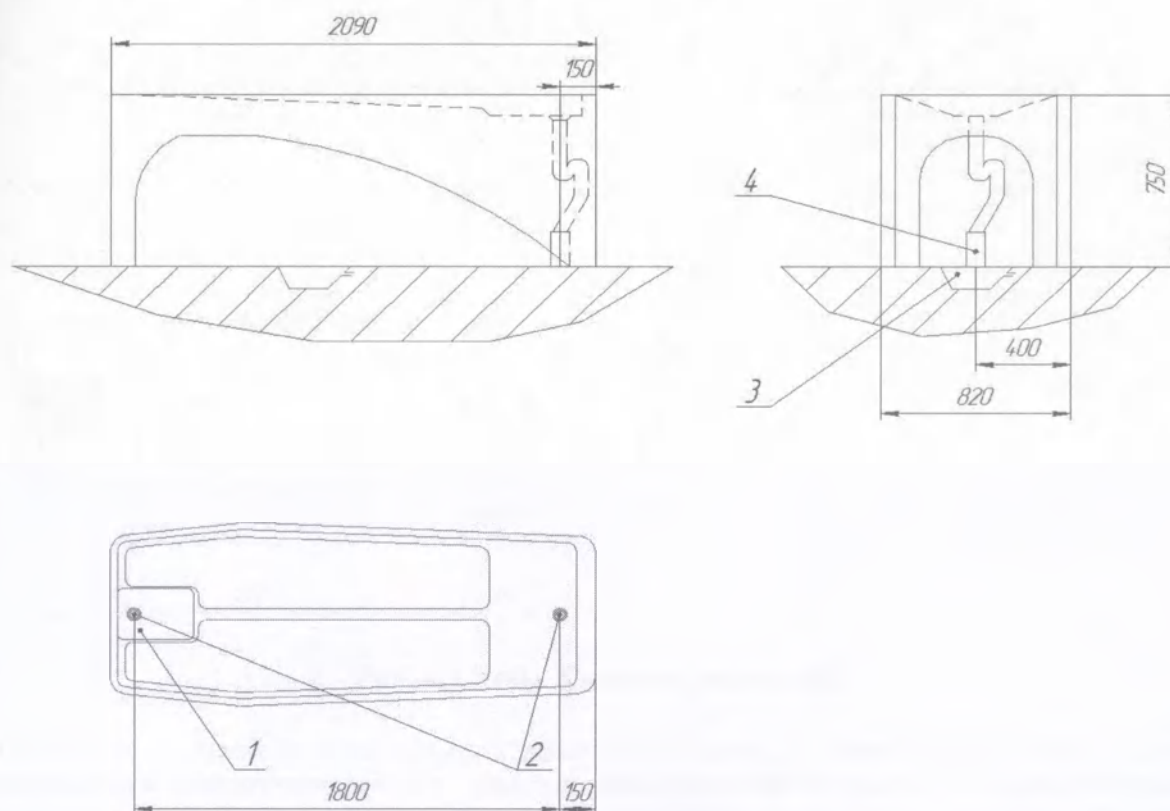

Рис.3. Схема Кушетки модель 01
- слив воды производится поднятием пластиковой заглушки, расположенной посередине панели управления (Рис.3, поз.3).